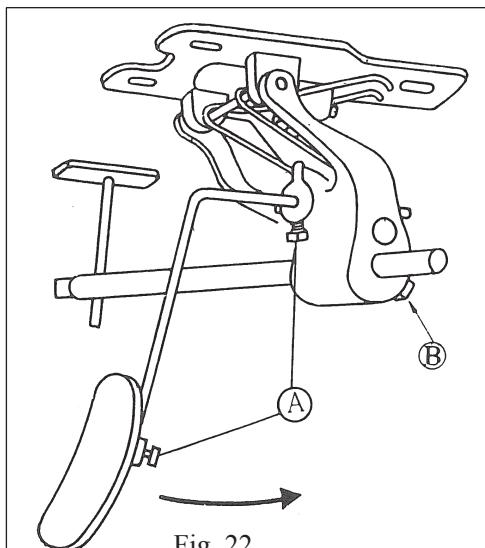

Fig. 22
Como se muestra en la Fig. 22, el ancho del zig zag cosido por esta máquina puede regularse mediante la palanca accionada por la rodilla. Al sentarse, la parte ancha de la palanca debe presionar suavemente su pierna, a la altura de la rodilla derecha (Fig. 23).
Si el contacto no es suave por no coincidir las posiciones relativas, ajuste la palanca aflojando los tornillos (A) de la Fig. 22.